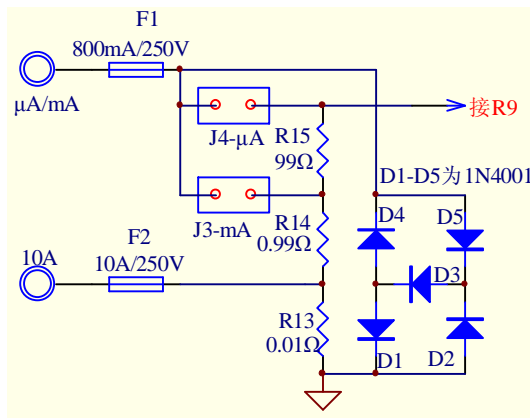

图13 电流测量电路（一）
- 13.13.3 图 13 之电流测量方法, 可采用自校准方法校正  $\mu\text{A}$ 、 $\text{mA}$  及  $10\text{A}$  档,  $R13$ 、 $R14$  及  $R15$  的精度不影响电流测量的精度。也可采用高精度  $R14$  及  $R15$  电阻, 并手动调校  $R13$  方式以校准大电流, 即与传统数字万用表相同。